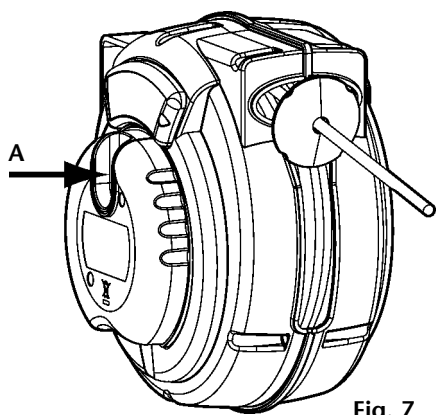
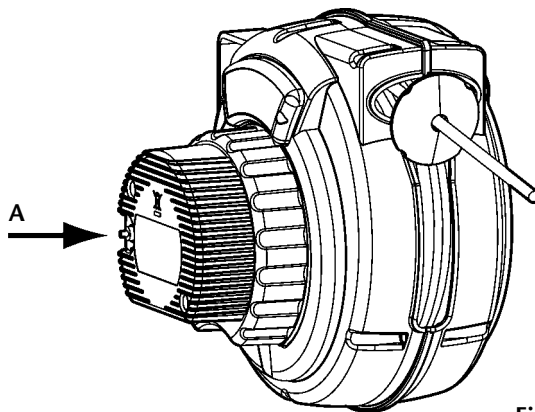

Fig. 7
Fig. 8
TWO MINUTES after the breaker has tripped, the breaker can be reset and the cable reel thus reconnected by pressing the button (A) indicated in figure 7 / figure 8.
El interruptor automático puede ser activado manualmente pulsando el botón (A) transcurridos DOS MINUTOS desde el corte de alimentación (fig. 7 y fig. 8).
Le disjoncteur peut être manuellement réenclenché DEUX MINUTES après la rupture du passage du courant (fig. 7 et fig. 8).
Die Überlastsicherung kann manuell zurückgesetzt werden, frühestens jedoch zwei Minuten nach Unterbrechung der Stromzufuhr. Hierzu drücken Sie den Knopf A (Abb. 7 und 8).